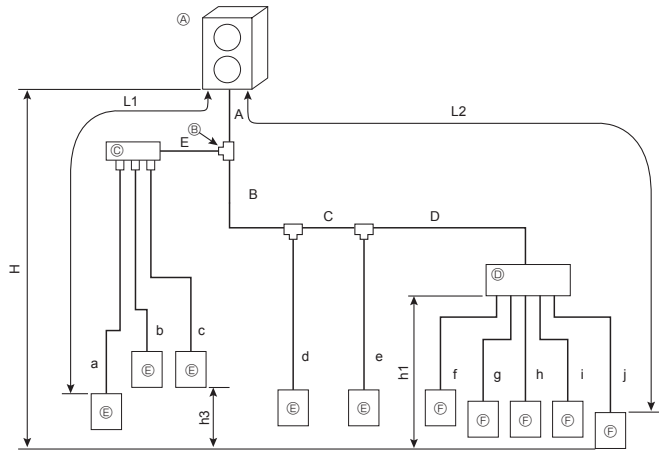

Fig. 4-5 (a)
4.3.3. Аралас жүйе (тармақтағыш арқылы City Multi ішкі блоктары және M, S, P сериялы ішкі блоктар) (Fig. 4-5)